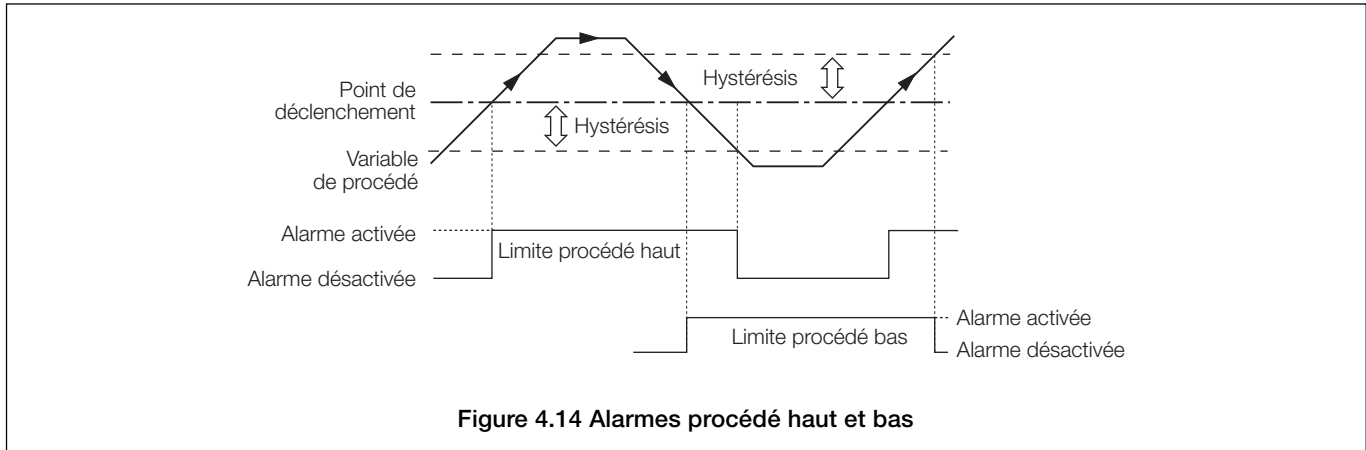

Figure 4.14 Alarmes procédé haut et bas
- Procédé Haut/Bas – voir Fig. 4.14, page 90